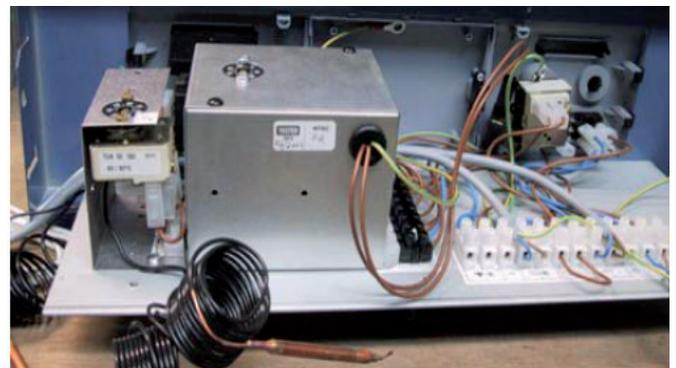

Fig. 2
5. Sur le support bornier de la chaudière se positionne le module E.C.S. pour la gestion de la production d'eau chaude sanitaire. (voir fig. 2)